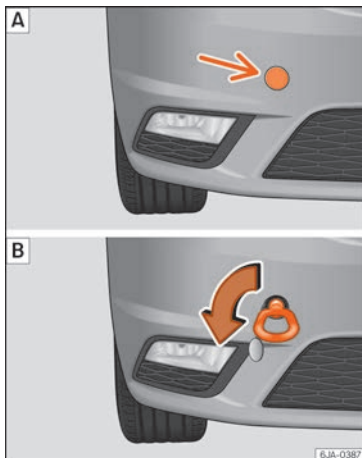

Fig. 85 Paragolpes delantero: tapa/montaje de la argolla de remolque.
- Haga presión en la zona izquierda de la tapa en el lugar de la flecha »» fig. 85 [A].
- Enroscar la argolla de remolque a mano girándola hacia la izquierda hasta el tope »» fig. 85 [B].